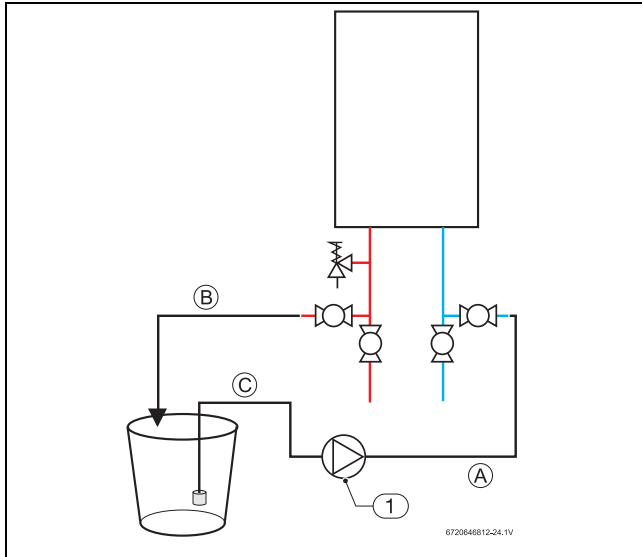

Fig. 62
- ▶ Conecte una línea (A) desde la salida de la bomba de circulación (suministrada por el instalador) al racor de entrada de agua en el calentador de agua (véase fig. 62).
- ▶ Usando otra línea (B), conecte el racor de salida de agua en el calentador de agua. Dirija el otro extremo de esta línea a un depósito de descalcificación.
- ▶ Usando una tercera línea (C) desde el depósito de descalcificación, conéctala al lado de entrada de la bomba de circulación. Instale un filtro en el extremo de la línea en el depósito de descalcificación.